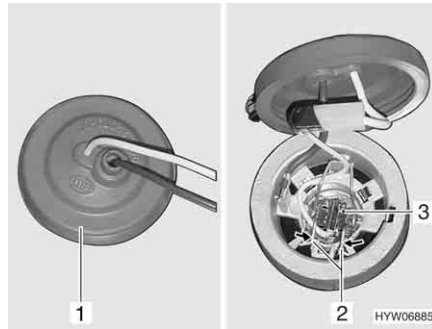

Fig. 287 Faro antiniebla
- Introducir la mano detrás de la luz antiniebla y sacar la caperuza de goma (Fig. 287,1) de la caja de la luz.
- Oprimir el arco metálico (Fig. 287,2) y bascularlo hacia fuera del soporte.
- Sacar la bombilla (Fig. 287,3) con el cable de la caja de la luz.